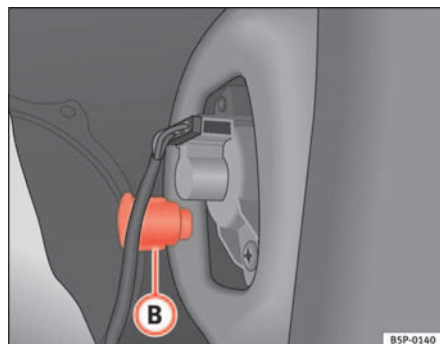

Fig. 189 Luz de mínimos/travagem
- Desenroscar a peça de plástico ⇒ fig. 189 (B) que fixa o farolim. Para iniciar a rotação, inserir uma chave de fendas na referida peça.